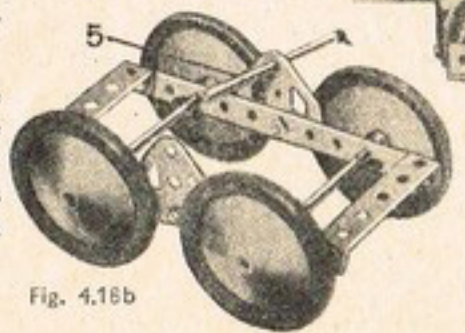

Fig. 4.18b
La Fig. 4.18b montre la construction du bogie arrière. Ce dernier est fixé au camion au moyen d'une Tringle 5 qui passe à travers les trous des Bandes de 37 cm. (6) et à travers les trous supérieurs des Embases triangulées plates boulonnées au bogie. La Tringle est fixée au moyen de Clavettes.